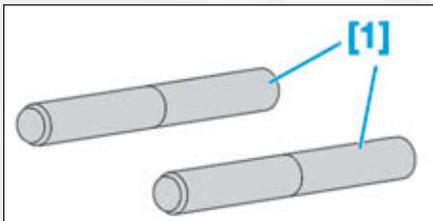

FIG.50
- [1]. Outil de positionnement des carters d'arbre à cames (réf PSA : 0194-N) (Fig.50).
- [1]. Outil de positionnement des carters d'arbre à cames (réf : 0194-N) (Fig.50).